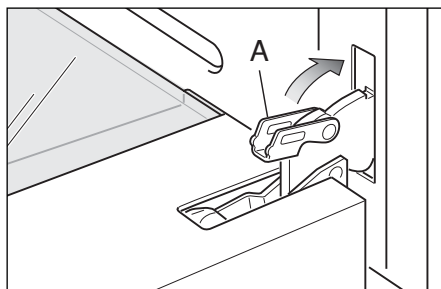

Figura 47d
- 4 Sbloccare la porta del forno aprendola completamente e chiudendo la levetta "A" sulle cerniere sinistra e destra (figura 47d).